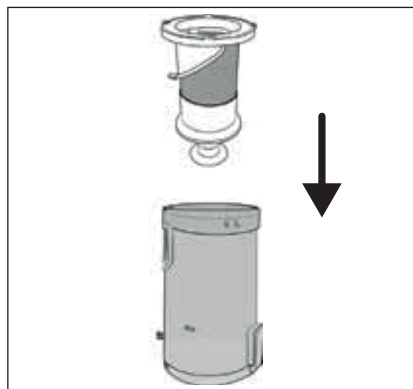

Fig. 26
- 6) Introduceți filtrul din oțel inoxidabil **6** în rezervorul de colectare a murdăriei **7** și împingeți-l până la capăt (a se vedea fig. 26). Acordați atenție dispozitivelor de blocare de dimensiuni diferite de la filtrul din oțel inoxidabil **6**. Filtrul din oțel inoxidabil **6** poate fi introdus într-o singură poziție în rezervorul de colectare a murdăriei **7** datorită acestor dispozitive de blocare.